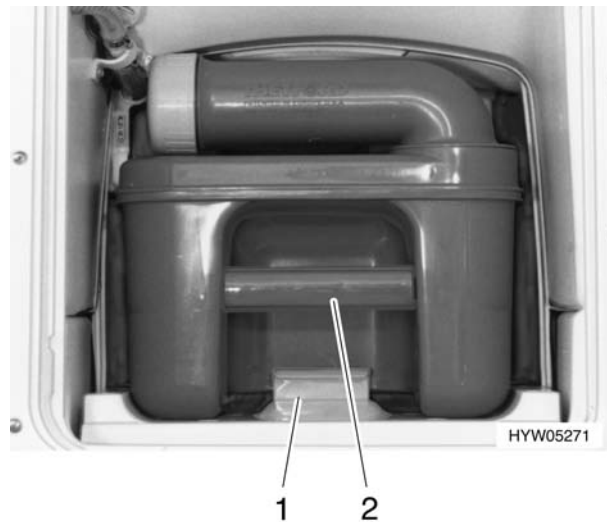

Bild 162 Thetford-Kassette entnehmen
- Sicherung (Bild 162,1) entriegeln und Thetford-Kassette (Bild 162,2) herausziehen.